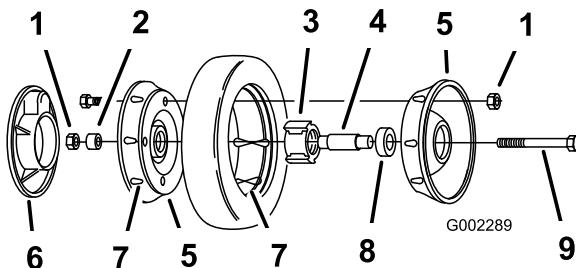

Figura 33
3. Retire el perno, el suplemento de la rueda y la contratuerca que monta la rueda al brazo de pivote (Figura 33).
4. Separe las mitades de la rueda del neumático retirando los 4 pernos y las 4 contratueras (Figura 33).
Nota: Si retira los cojinetes del conjunto de cojinete/buje, retírelos apretando sobre el suplemento del cojinete (Figura 33).
1. Coloque el neumático en una mitad de rueda, alineando las orejetas en cada pieza (Figura 33).
2. Coloque el conjunto cojinete/buje en el hueco central de la mitad de la rueda. Asegúrese de que las patas del buje están posicionadas sobre la brida del hueco (Figura 33).
3. Coloque la otra mitad de la rueda sobre el conjunto cojinete/buje, alineando las orejetas de la rueda y del neumático y los taladros de montaje (Figura 33).
4. Usando 2 tornillos o pernos de rosca completa (1/4-20 x 1,50 pulgadas) y tuercas no de freno, conecte sin apretar las dos mitades de la rueda. Monte los tornillos o pernos en taladros opuestos (Figura 33).
5. Compruebe la alineación de todas las piezas y apriete los pernos, alternando de uno a otro para que el encaje sea uniforme, hasta que las mitades de la rueda estén juntas (Figura 33).
6. Instale los 2 pernos y 2 contratueras que retiró anteriormente en los taladros restantes de las mitades de la rueda, y apriételos. Retire los dos tornillos o pernos largos y sustitúyalos por 2 pernos y 2 contratueras (Figura 33).
Asegúrese de que el suplemento está colocado entre el buje de la rueda y el brazo de pivote (Figura 33).